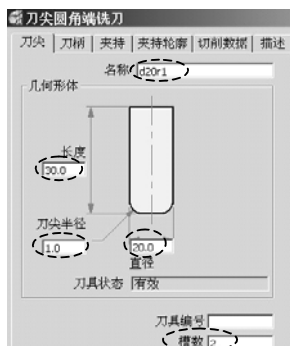

图 3-4 “d20r1”切削刃部分参数
2) 创建粗加工刀具：在 PowerMILL 资源管理器中，右击“刀具”树枝，在弹出的快捷菜单条中选择“产生刀具”→“刀尖圆角端铣刀”，打开“刀尖圆角端铣刀”表格，按图 3-4 所示设置刀具切削刃部分的参数。